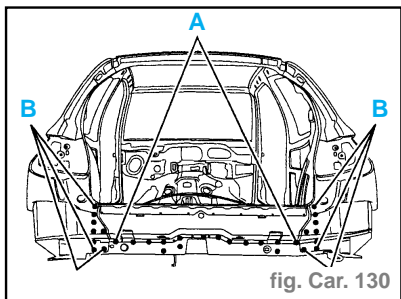

fig. Car. 130
- Souder par points électriques (suivant **A**) (avec l'équipement **BA1**) (fig. Car. 130).